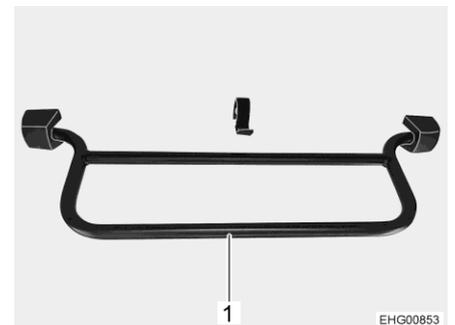

Fig. 28 Staffa, tetto a soffietto posteriore (C 530)
- Premere la staffa (Fig. 28,1) verso l'alto. Il tetto a soffietto si sposta autonomamente verso l'alto.